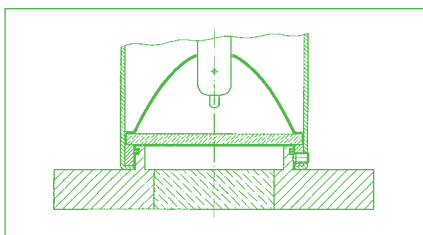

Abb. 1
1. Die Leuchte wird über eine spezielle Bördelkante des Deckelflansches gestülpt und arretiert. Abdichtungen zum Lichtglas hin erfolgen durch einen eingelegten O-Ring (siehe Abb. 1).